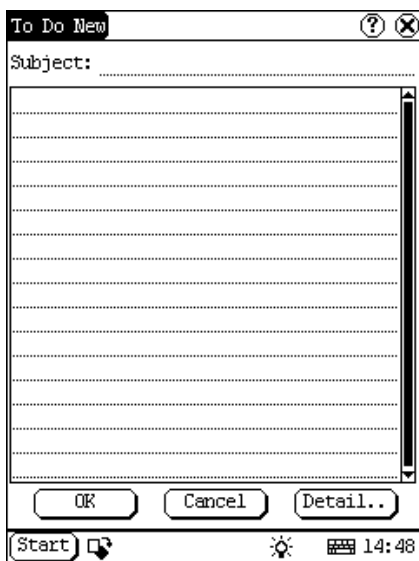

Abb. 4-24
- 1) Auf dem To-Do-Interface klicken Sie auf [Neu], um das neue To-Do-Interface zu öffnen. Siehe Abb. 4-24.